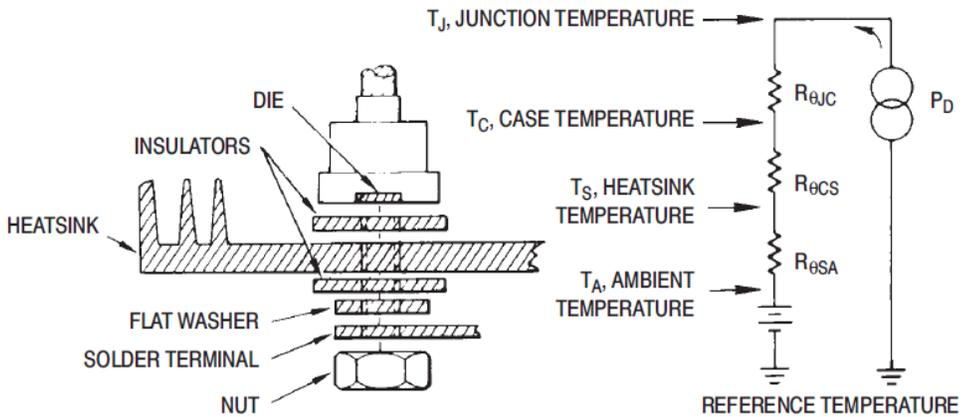

Fig. 5
*Ver nos artigos “O Pequeno Notável” na Antena de maio e junho de 2022 a origem e definição da **resistência térmica**, bem como um outro exemplo de seu uso. **É a unidade de medida da elevação de temperatura (°C), por watt dissipado (W). A analogia térmica e elétrica é mostrada abaixo (fig. 5):**